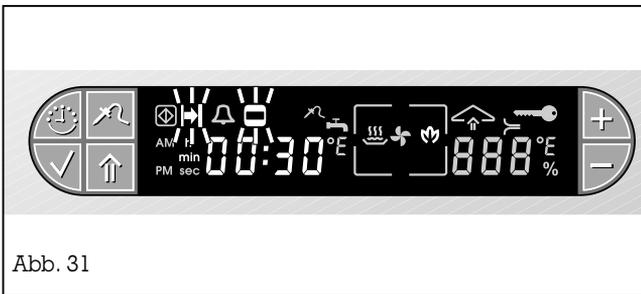

Abb. 31
- Im Display erscheint das Symbol ♻️ (Reinigung) und die Symbole ⌚ (Dauer) und ⏸️ (Garzeit) blinken (Abb. 31).